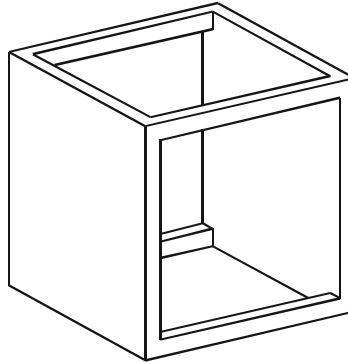

Fig. 1b
- Differenz (8a) der Körper bilden (Fig. 1b)